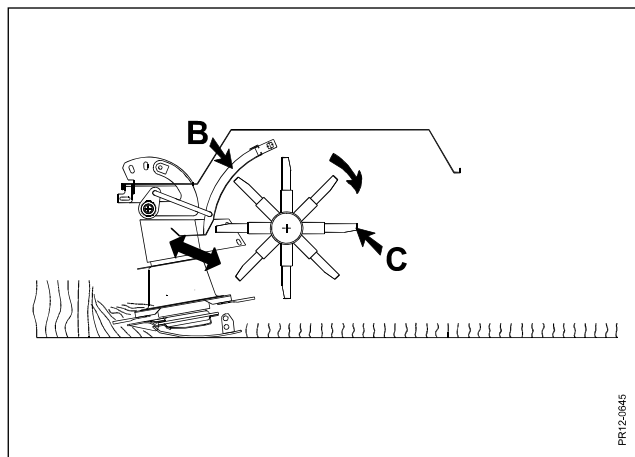

Fig. 3-15
- Fig. 3-15** Este grado acondicionador se cambia ajustando la distancia entre la placa del acondicionador **B** y los dedos del acondicionador **C** en el rotor. (A menor distancia mayor acondicionamiento de la cosecha).